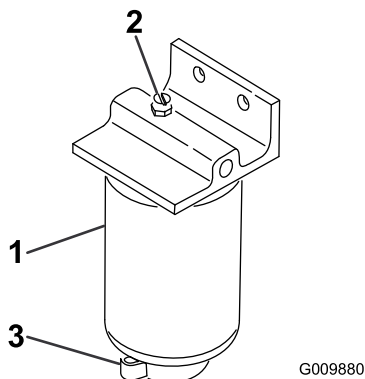

图 53
3. 松开过滤器过滤筒底部的排油阀 (图 53)。
2. 清洁滤清器过滤筒的安装区域图 53。